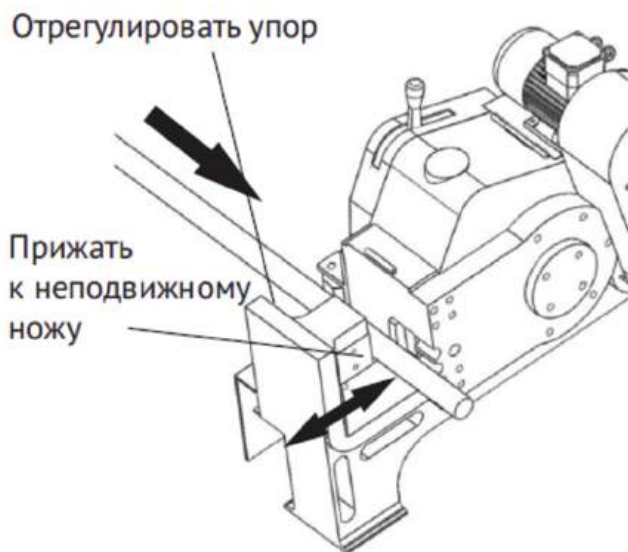

Рис. 4. Резка арматуры
4. Для станков VPK P-40, VPK P-42, VPK P-52 через лубрикатор следует прощипривать смазкой типа «Литол» втулку скольжения коленчатого вала. Следует повторять процедуру 2-3 раза за рабочую смену (см. рис. 4).